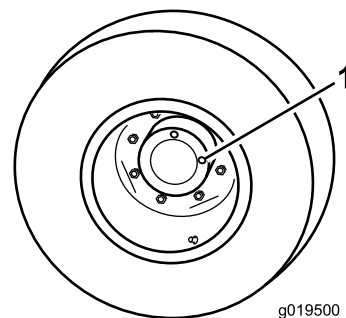

Рисунок 58
1. Поставив машину на ровную поверхность, расположите колесо так, чтобы одна контрольная пробка находилась в положении «12 часов», а вторая — в положении «3 часа» (Рисунок 58).
2. Снимите пробку, находящуюся в положении «3 часа» (Рисунок 58).